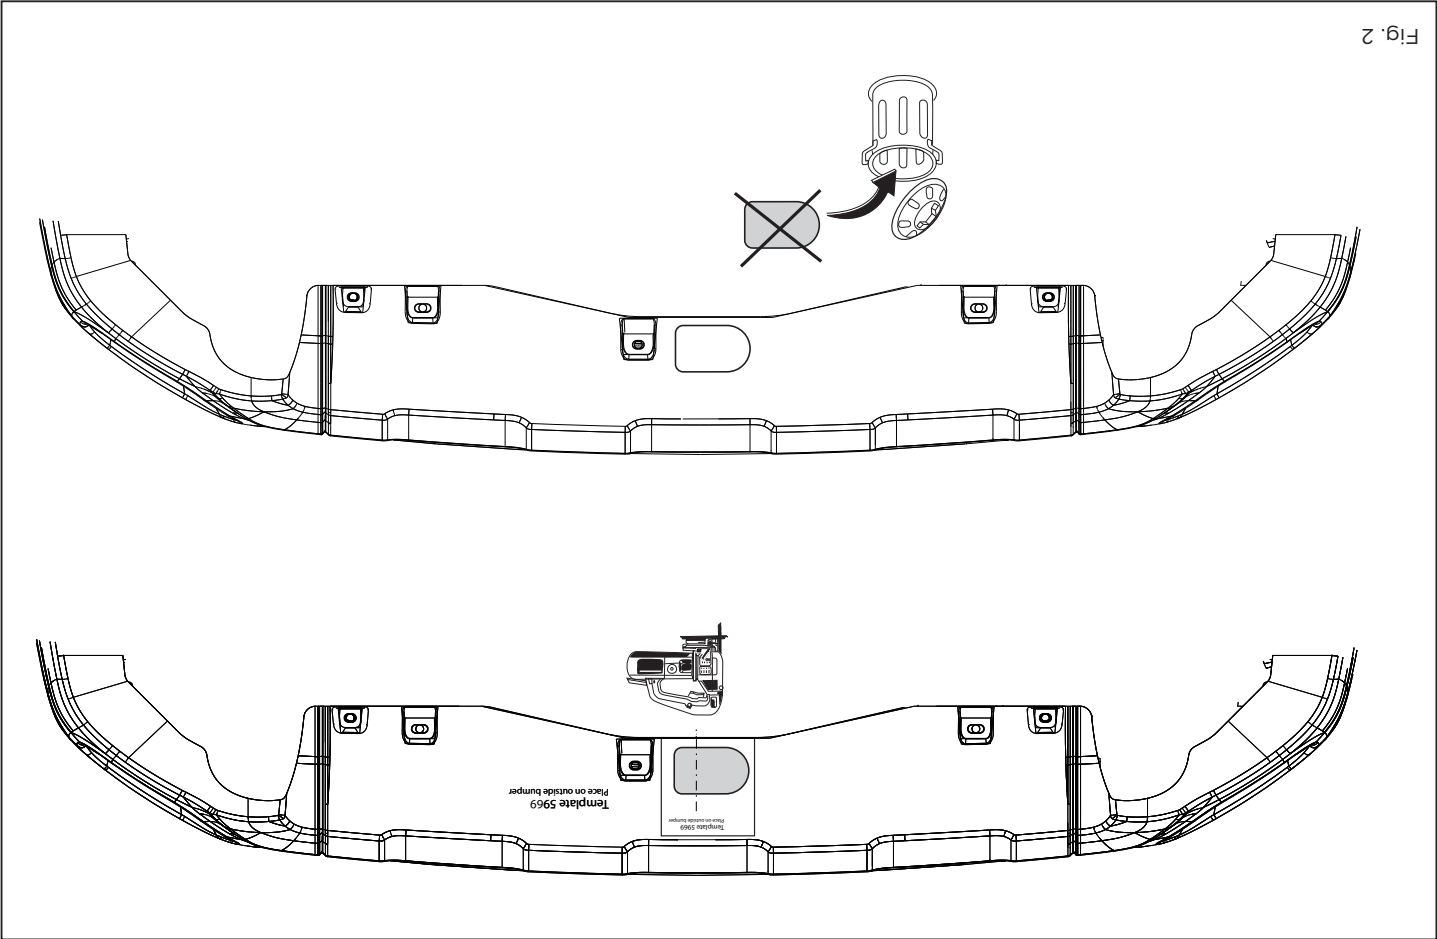

Fig. 2
5. See figure 2.
4. Den angegebenen Teil mit Hilfe der Schablone aus der Stoßstange heraus schneiden. (Schablone außen auf der Stoßstange anlegen) Siehe Abbildung 2.